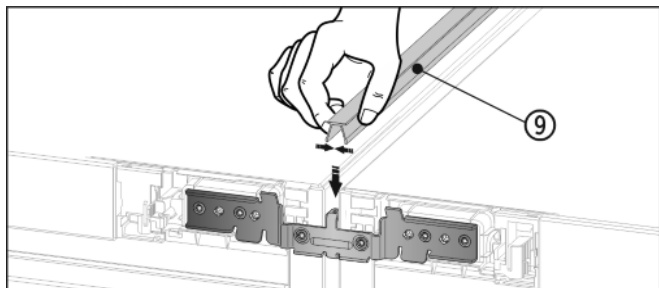

Fig. 13
- ▶ Tryk på oversiden den korte afdækningsliste Fig. 13 (9) ind i den vandrette spalte.